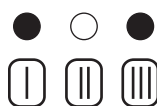

Figura 5.3
- Premere il pulsante di ripristino 4 in Figura 3.1 tante volte (4 volte) fino alla visualizzazione delle spie di segnalazione 1 in Figura 3.1 come in Figura 5.3 (legenda spie a pag. 1).